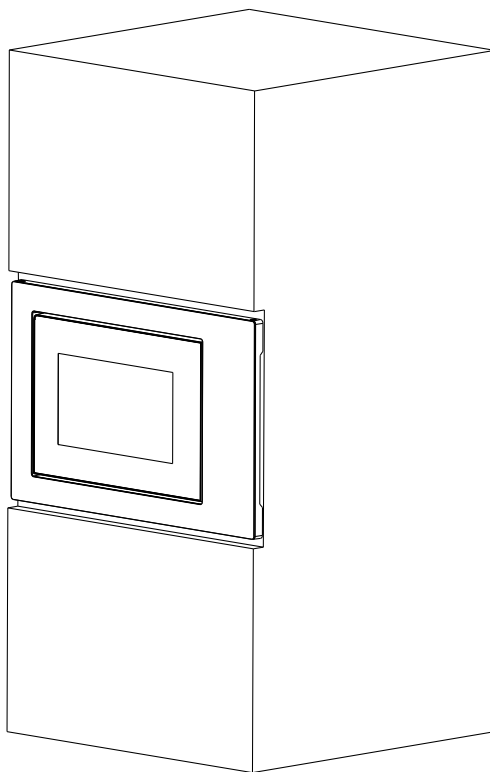

Fig.2
b) Empurre o forno microondas até ao fim. (Fig.2)